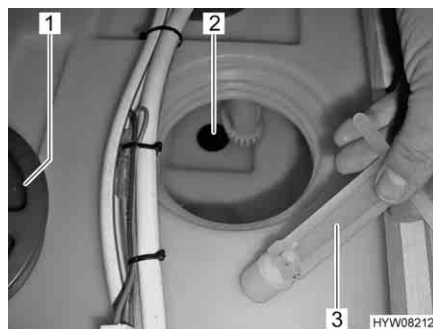

Fig. 88 Serbatoio dell'acqua, tappo di chiusura
- Svitare il coperchio (Fig. 88,1) del serbatoio dell'acqua.
- Inserire il tappo di chiusura (Fig. 88,3) nell'apertura di scarico (Fig. 88,2).